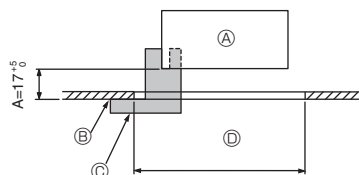
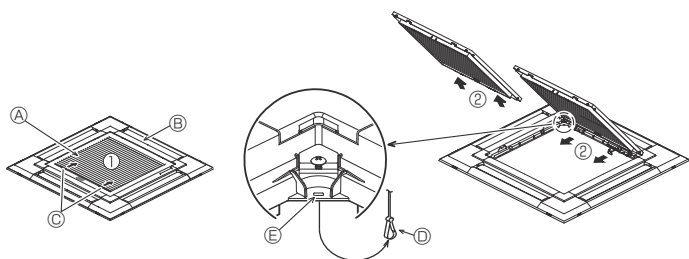
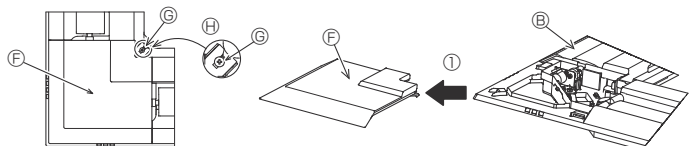

Fig. 9-2
Fig. 9-3
Fig. 9-4
①	Gitter	1	950 × 950 (mm)
②	Monteringsmåler	1	(Delt inn i 4 deler)
③	Trådløs fjernkontroll	1	For PLP-6EALM
④	Holder for fjernkontroll	1	Inkludert når utstyrt med den trådløse fjernkontrollen.
⑤	LR6 AA-batterier	2	Inkludert når utstyrt med den trådløse fjernkontrollen.
⑥	3,5 × 16 senkeskruer	2	Inkludert når utstyrt med den trådløse fjernkontrollen.
9.2. Gjøre klar til å feste gitteret (Fig. 9-2)
- Ⓒ Monteringsmåler ② (satt inn i hovedenheten)
9.2.1. Fjerne innsugningsgitteret (Fig. 9-3)
- Skyv spakene i retningen som pil ① viser, for å åpne innsugningsgitteret.
- Med innsugningsgitteret i "åpen" stilling fjerner du hengslene til innsugningsgitteret som vist med pil ②.
9.2.2. Fjerne hjørnepanelet (Fig. 9-4)
- Løsne de 4 skruene i hjørnet. Skyv hjørnepanelet i retningen som pil ① viser på figuren, og fjern hjørnepanelet.
[Fig. 9-3] [Fig. 9-4]